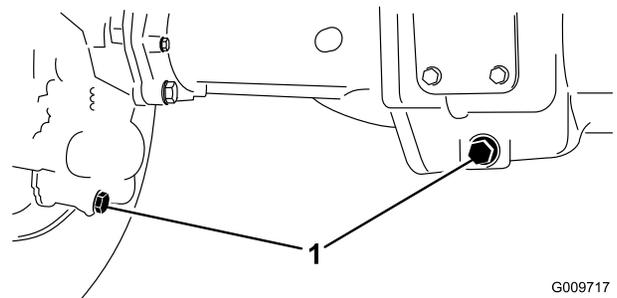

Figura 67
2. Limpe a zona em redor dos (3) tampões de escoamento, (1) em cada extremidade e (1) no centro (Figura 67).